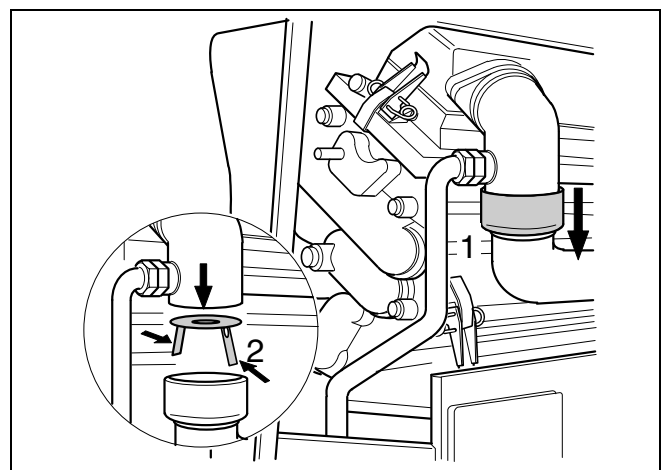

Abb. 45 Luftdüse wechseln
- Schlauch zum Gebläse abziehen (Abb. 45, Pos. 1) und Luftdüse (Abb. 45, Pos. 2) entnehmen.